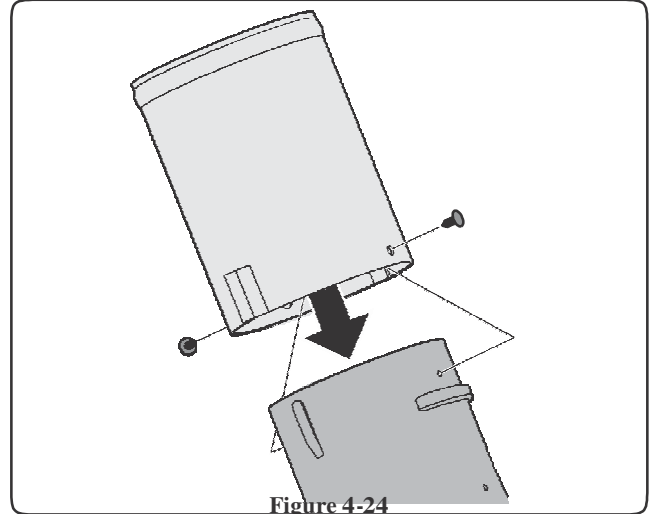

Figure 4-24
13. Montera förlängningen på utkastarröret genom att trycka på röret, se Bild 4-24. Säkra förlängaren med plast skruvarna, följer med i monteringskitet.